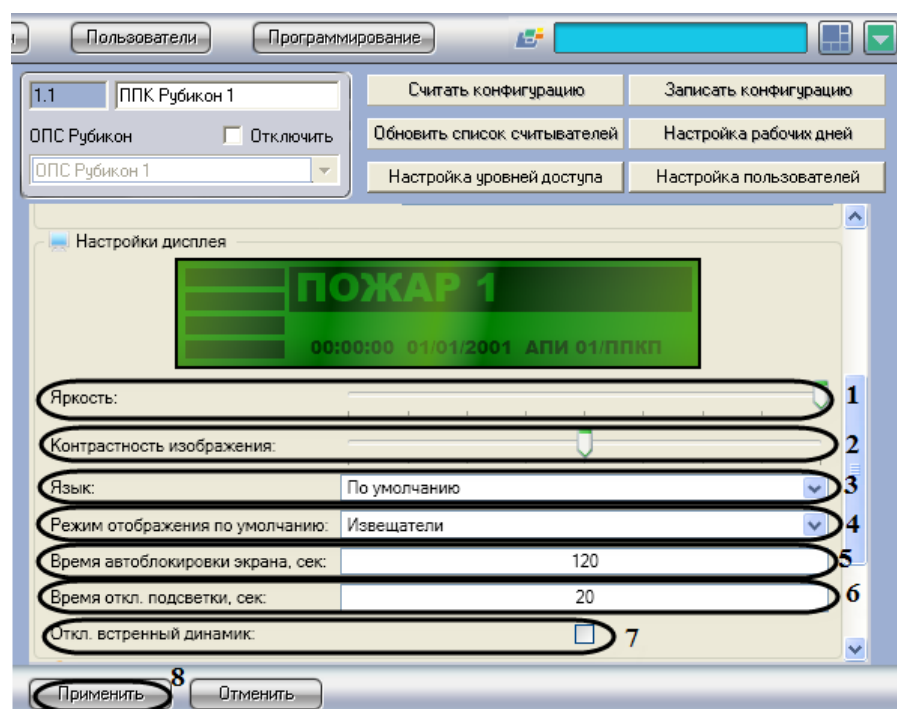

Рис. 3.3—3 Настройка параметров дисплея
- Перейти на панель настроек объекта **ППК Рубикон** (Рис. 3.3—3).
- Для изменения подсветки дисплея необходимо переместить ползунок **Яркость** в требуемое положение (см. Рис. 3.3—3, 1).
- Для изменения контрастности изображения необходимо переместить ползунок **Контрастность** в требуемое положение (см. Рис. 3.3—3, 2).
- Из раскрывающегося списка **Язык** необходимо выбрать язык пользовательского интерфейса (см. Рис. 3.3—3, 3).